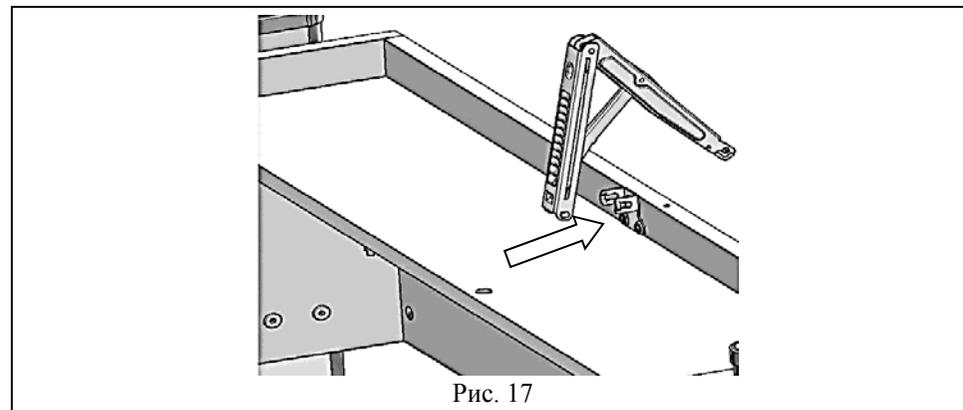

Рис. 17
5.4.2 Фиксатор столешницы Multiflex (поз. 1, пакет №9а) нижней частью ввести в кронштейн нижний (см. рис. 17; 17а), повторить п. 5.4.2 для постановки второго фиксатора столешницы.
Рис. 17а